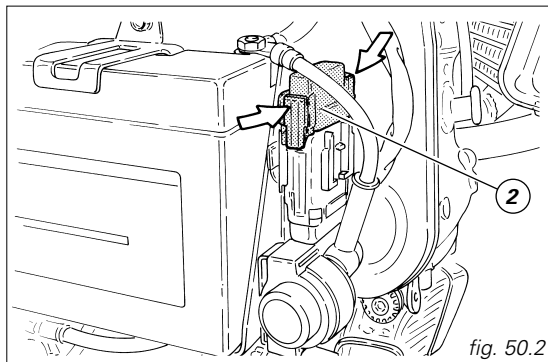
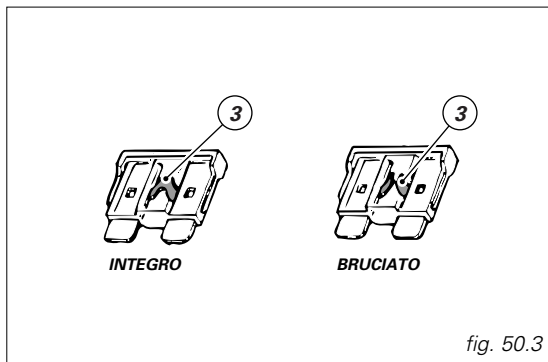

fig. 50.2
fig. 50.3
I Il fusibile posto a lato della batteria (fig. 50.2) protegge il regolatore elettronico. Per accedere al fusibile è necessario rimuovere il cappuccio di protezione (2). Un fusibile bruciato si riconosce dall'interruzione del filamento conduttore interno (3, fig. 50.3).